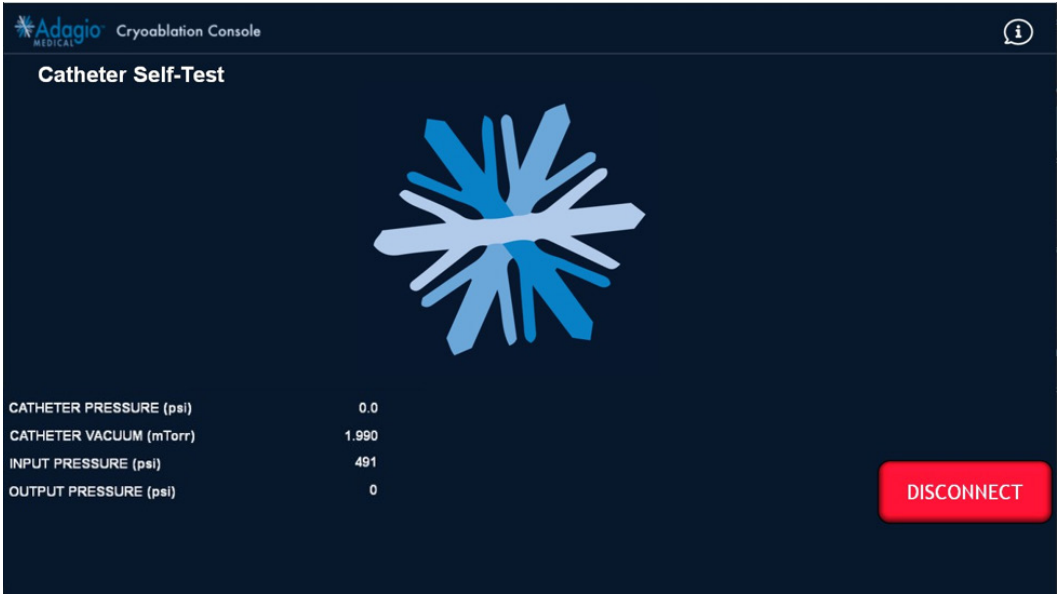

Figure 39 – Écran d’auto-test du cathéter en cours
11. La console commence à effectuer une série d’auto-tests pour le cathéter (Figure 39).